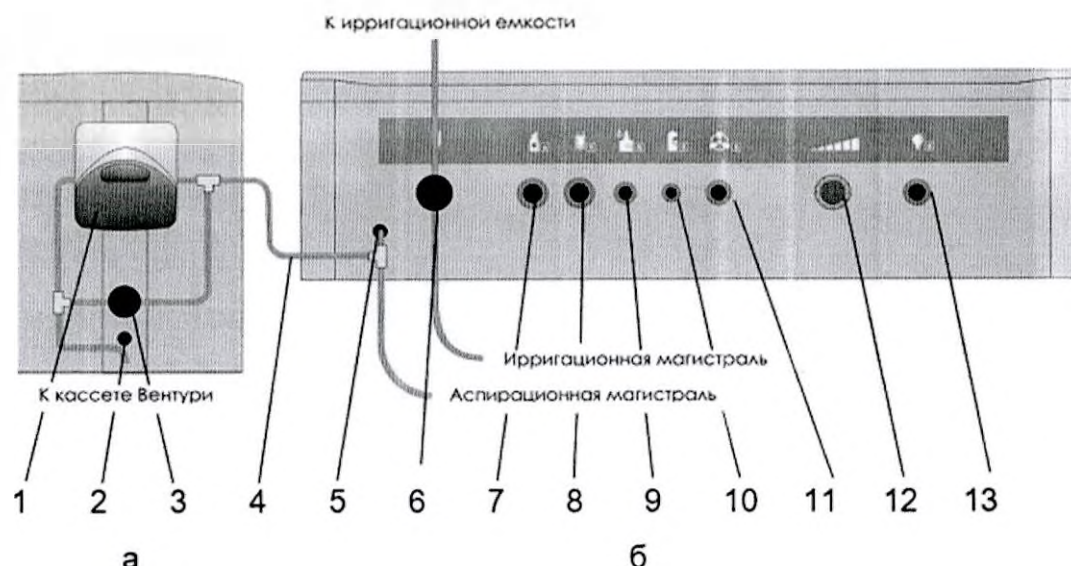

Рис.13.1– Панели инструментов системы «Оптимед Профи».
13.1 Панели инструментов (Рис.13.1).